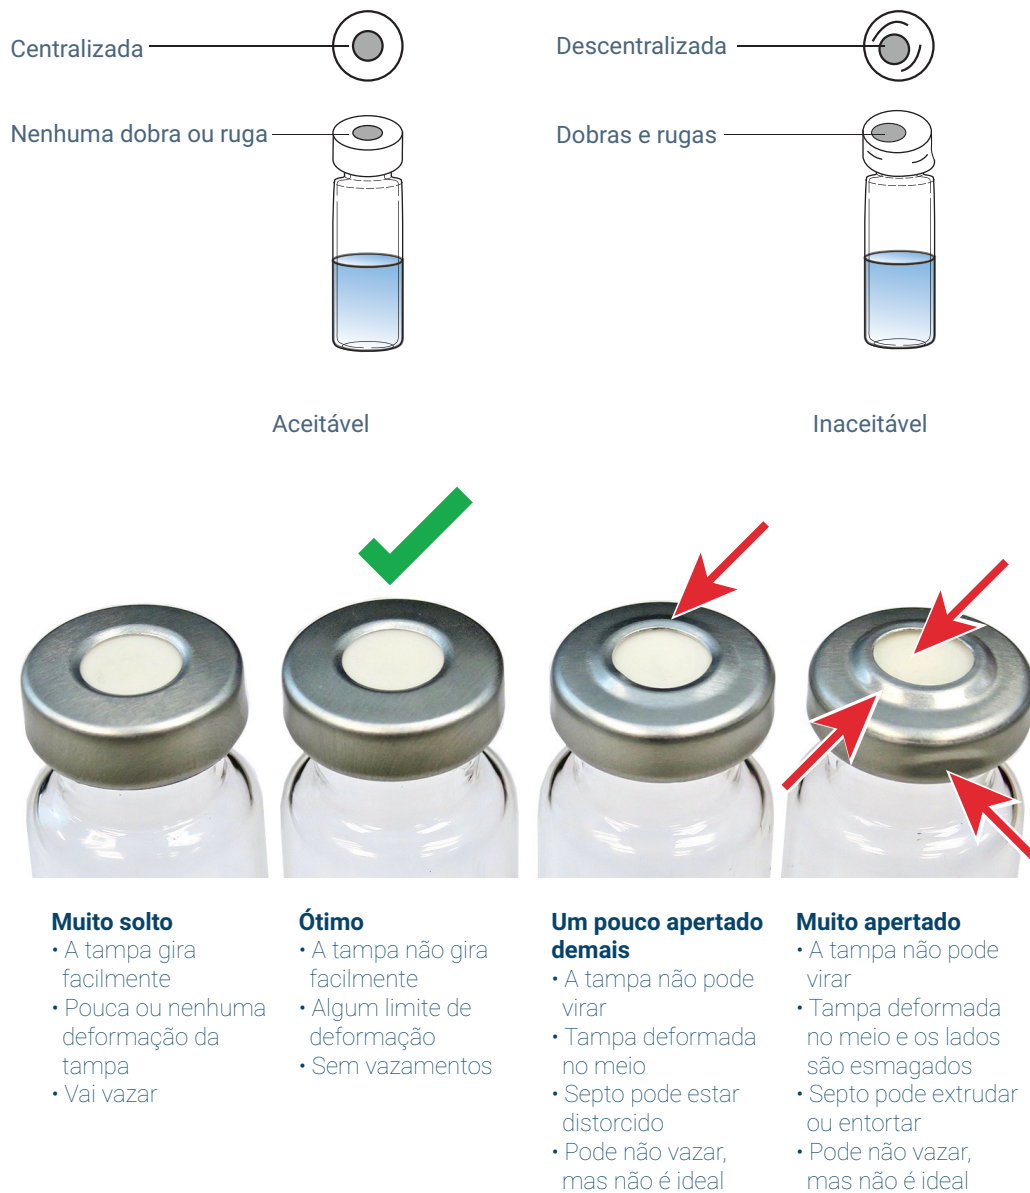

Figura 10. Tampas de vial aceitáveis e inaceitáveis
A **Figura 10** mostra as tampas de vial adequadas e inadequadas.
- 1 Primeiro, prepare um vial vazio e com tampa para prática como descrito em **“Tampe um vial de amostra usando um crimpador eletrônico”** ou **“Tampe um vial de amostra usando um crimpador manual”**. Inspeção para ter certeza de que parece aceitável. O vial para injetáveis deve ter a aparência ideal em **Figura 10**. Caso contrário, ajuste o crimpador e prepare mais vials de prática vazios até que você tenha um vial que pareça ideal.
- 1 Pressione o botão park da bandeja para "estacionar" a bandeja (move a alça para uma posição de repouso para facilitar o acesso à área do suporte do vial). Consulte **Figura 10**.